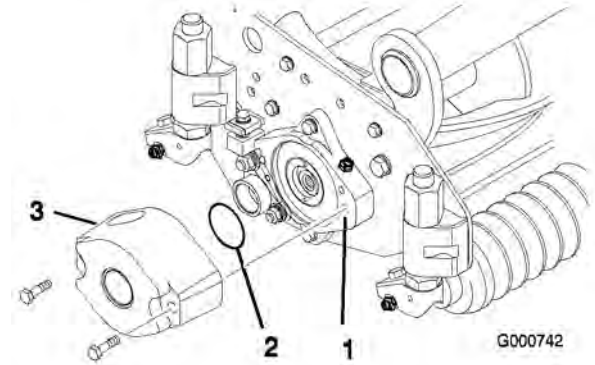
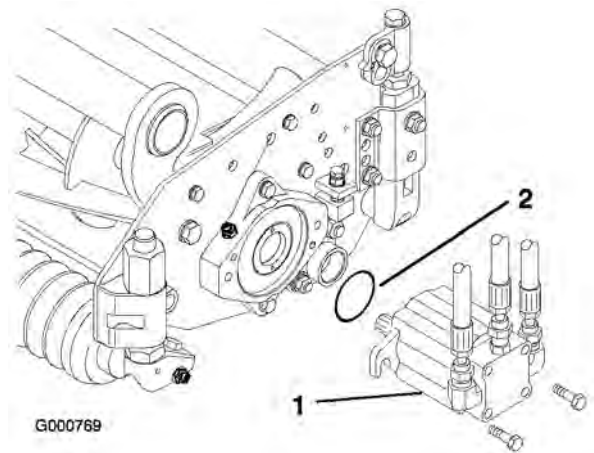

図 4
図 7
3. 大きなOリングにグリスを塗り、カッティングユニット両側のベアリング・ハウジングの溝にそれぞれ取り付ける（図4と図7）。
4. 付属のキャップスクリューを使って、各カッティングユニットにカウンタウエイトを取り付ける（図4）。
13. リールモータを各カッティングユニットに装着し、付属のキャップスクリュー 2 本で固定する(図 7)。